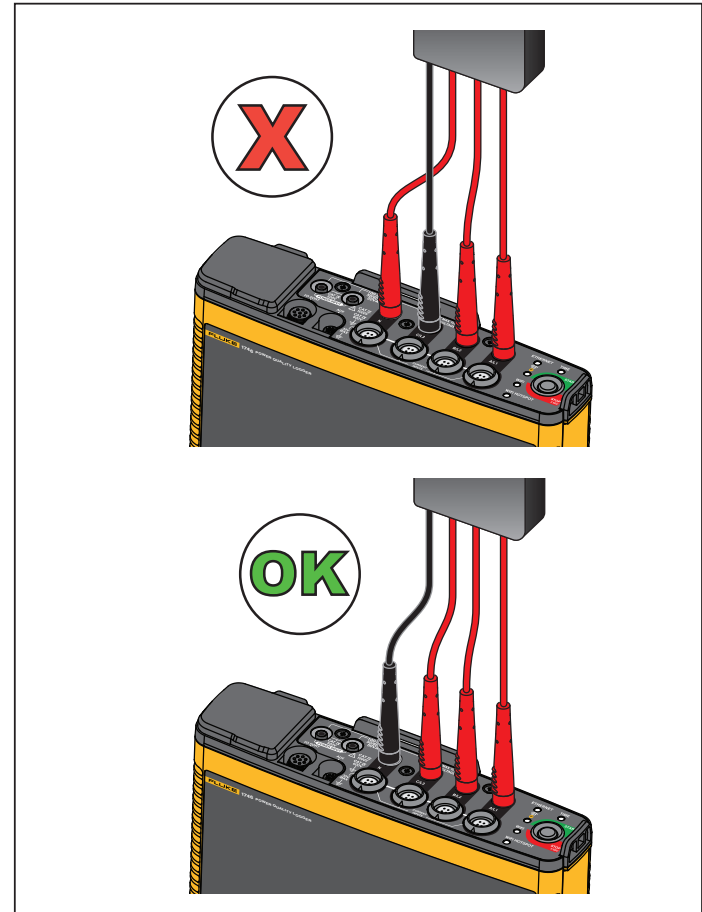

Рисунок 6. Соединение к Logger для измерения
3. Подключите короткие измерительные провода (см. Рисунок 6) к входам источника питания. Убедитесь, что используются ненаращиваемые разъемы. Измерительные провода рассчитаны на измерение/перенапряжение CAT III 1000 В и CAT IV 600 В.